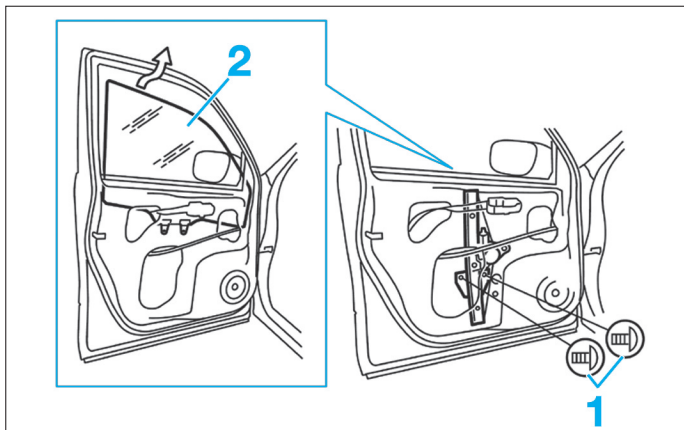

FIG. 50
- Abaisser la vitre (2) de manière à rendre accessible les deux vis de fixation (1) puis les déposer (Fig.50).